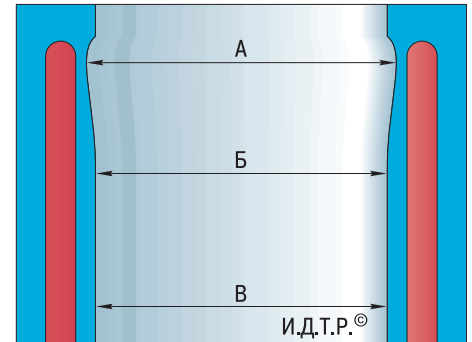

Рис. 5.6. Схема измерения цилиндров: А – пояс наибольшего износа; Б – зона измерения после растачивания и хонингования; В – пояс наименьшего износа
3. Определите нутромером фактические диаметры цилиндров. Диаметр цилиндра измеряйте в трех поясах (рис. 5.6). В каждом поясе диаметр измеряют в двух взаимно перпендикулярных направлениях (в продольном и поперечном). В зоне над поясом А (на расстоянии 12 мм от плоскости разреза с головкой блока) цилиндры практически не изнашиваются. По разнице размеров в этой зоне и в остальных поясах можно судить об износе цилиндров. Номинальный размер цилиндра 81,0 мм, овальность и конусность не должны превышать 0,008 мм. Если максимальное значение износа больше 0,15 мм или овальность превышает указанное значение, расточите цилиндры до ближайшего ремонтного размера поршней (увеличенного на 0,25 или 0,50 мм), оставив припуск 0,03 мм на диаметр под хонингование. Затем отхонингуйте цилиндры, выдерживая такой диаметр, чтобы при установке выбранного ремонтного поршня расчетный зазор между ним и цилиндром был 0,03 мм. Дефектовку, расточку и хонингование блока проводите в мастерских, располагающих специальным оборудованием.